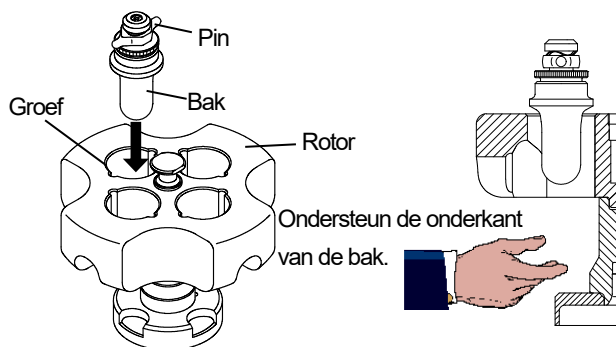

Fig. 3-8 Het verwijderen/monteren van bakken
- 3) Draai de dop van de bak los. Zie Fig. 3-8 voor het loshalen van bakken bij de S50ST rotor.